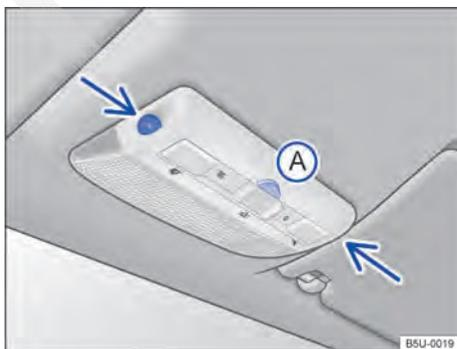

Fig. 26 No console do teto: sensores de monitoramento do interior do veículo e tecla **(A)** para desligar o monitoramento do interior do veículo.
O monitoramento do interior do veículo dispara o alarme com o veículo travado, se reconhecer movimentos no interior do veículo. O sensor e o receptor estão localizados no conjunto da lanterna de leitura → Fig. 26 (setas). ▶
- Pressionar a tecla → Fig. 26 (A). No painel de instrumentos, a luz de controle  se acende.